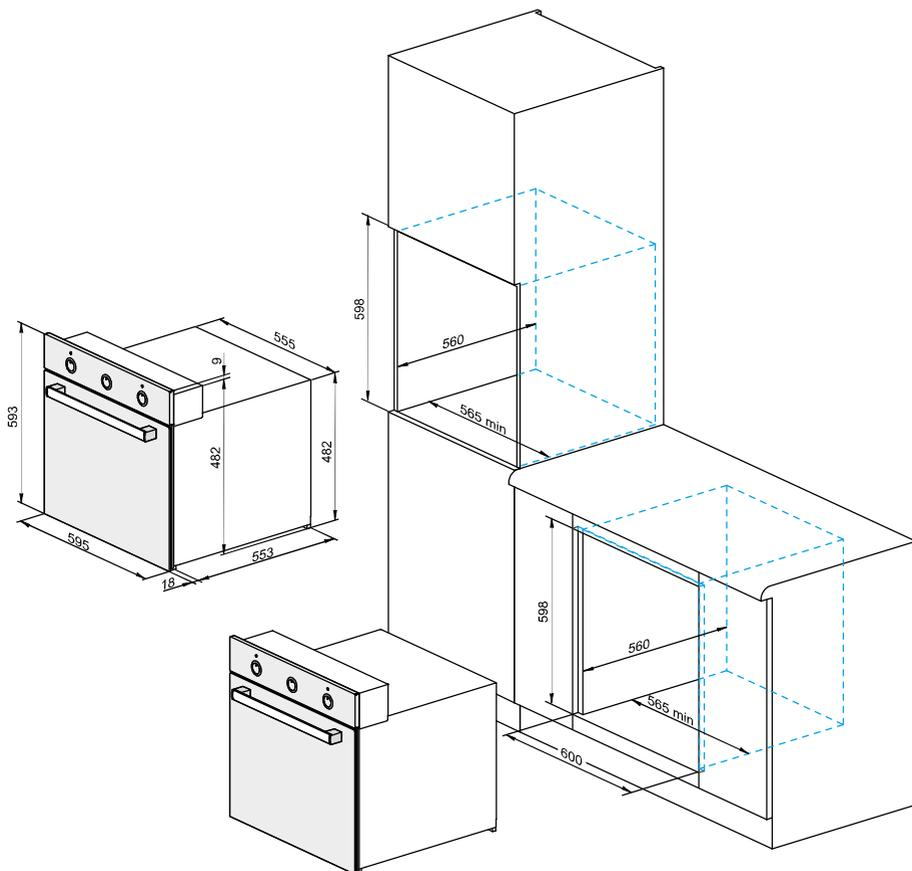

рис. 1
- Электрошкаф устанавливается в нишу в кухонной мебели (см. рис. 1).
- Размеры между различными частями электрошкафа и окружающими его частями предметов обстановки показаны на рис. 1.